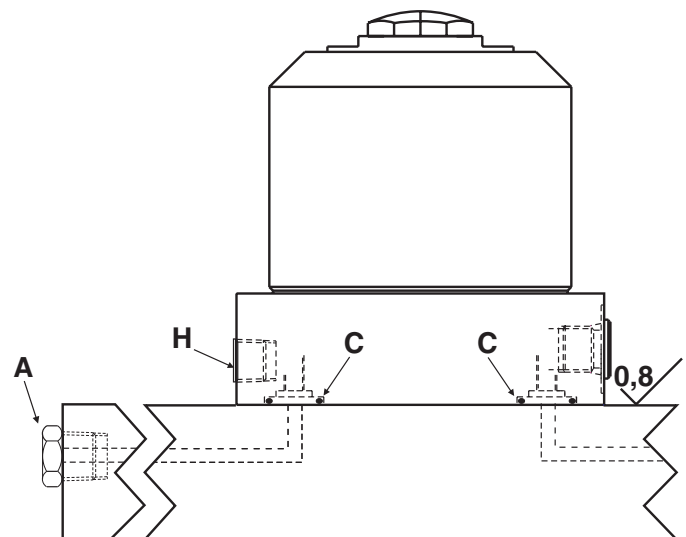

Figura 3 - Purga por lumbrera del colector / Montaje de colector hidráulico
3. Las conexiones hidráulicas pueden hacerse por la lumbrera lateral o la lumbrera del colector. Si se hacen las conexiones hidráulicas en la lumbrera del colector, quitar primero el tapón roscado y la empaquetadura de cobre de la lumbrera (D) del colector de aceite hidráulico. Lubrique el anillo "O" provisto (C) con una capa liviana de aceite e instálelo en el agujero contrataladrado que está alrededor de la lumbrera antes de montar y empernar el portapieza (vea la Figura 3). Asegúrese de no aplastar ni dañar el anillo "O" al instalarlo, de lo contrario se podrían causar fugas. Para evitar las fugas del montaje en colector, la superficie de montaje en el accesorio deberá ser plana con una tolerancia de 0,08 mm (0.003 pulg) y la aspereza promedio (R_a) de la superficie no deberá exceder 0,8 μ m (32 μ pulg).
2. La purga también puede lograrse usando la lumbrera de respiradero opcional del colector (vea la Figura 3).
- 2a. Saque el tapón roscado y la empaquetadura de cobre de la lumbrera de respiradero (B) del colector.
- 2b. Lubrique el anillo "O" provisto (C) con una capa liviana de aceite e